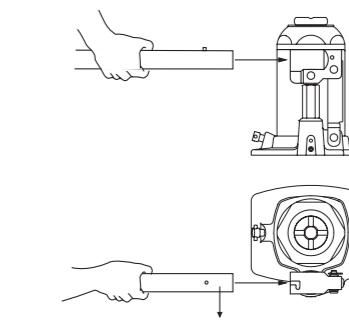

Fig.7
- Stikk inn pumpespaken i hevarmen, vri slik at pumpespaken läses fast i hevarmen (Fig. 7).
- Steek de pomphendel in de hefarm en draai deze zo, dat de pomphendel vast in de hefarm komt te zitten (Fig. 7).
- Infilare la leva della pompa nel braccio girandola finché non è ben fissata in esso (Fig. 7).